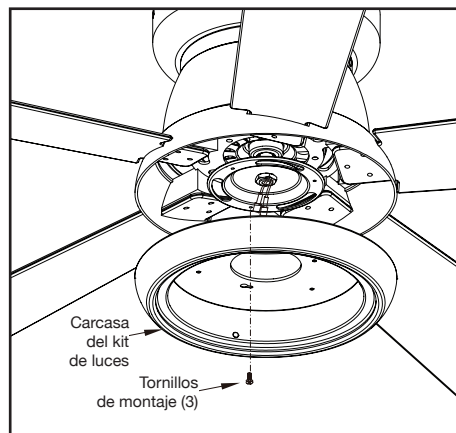

Figura 11
1. Afloja, pero no quites, dos de los tres tornillos de montaje del conjunto motor-ventilador; retira un tornillo de montaje. (Figura 11)
2. Empuja la carcasa del kit de luces hasta el conjunto motor-ventilador de manera que las cabezas de los dos tornillos aflojados encajen en las ranuras tipo ojo de cerradura. Gira la carcasa del kit de luces hacia la derecha y aprieta los tornillos. Vuelve a instalar el tornillo que retiraste en el paso 1 y apriétalo firmemente. (Figura 11)